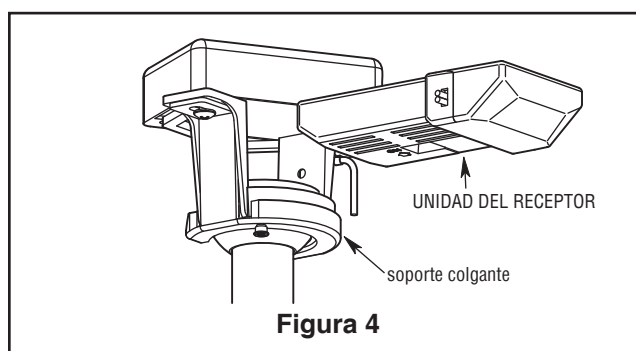

Figura 4
4. Pase los cables a través de la cubierta de unión del motor, la cubierta para el tornillo y el capuchón. (Figura 4)
- ☐ 3. Deslice la unidad del receptor en el extremo abierto del soporte colgante. (Figura 4)
- ☐ 4. Inserte la bombilla y gírela hasta que se haya colocado correctamente en la conexión del GU10. (Figura 4)
- ☐ 4. Si se desea que el flujo del aire vaya en la dirección opuesta, apague el ventilador y espere a que se detengan las palas. Deslice la carcasa de la cubierta para visualizar el interruptor del reverso. Deslice el interruptor del reverso ubicado en la parte superior del motor hacia la posición opuesta y encienda de nuevo el ventilador. (Figura 4)